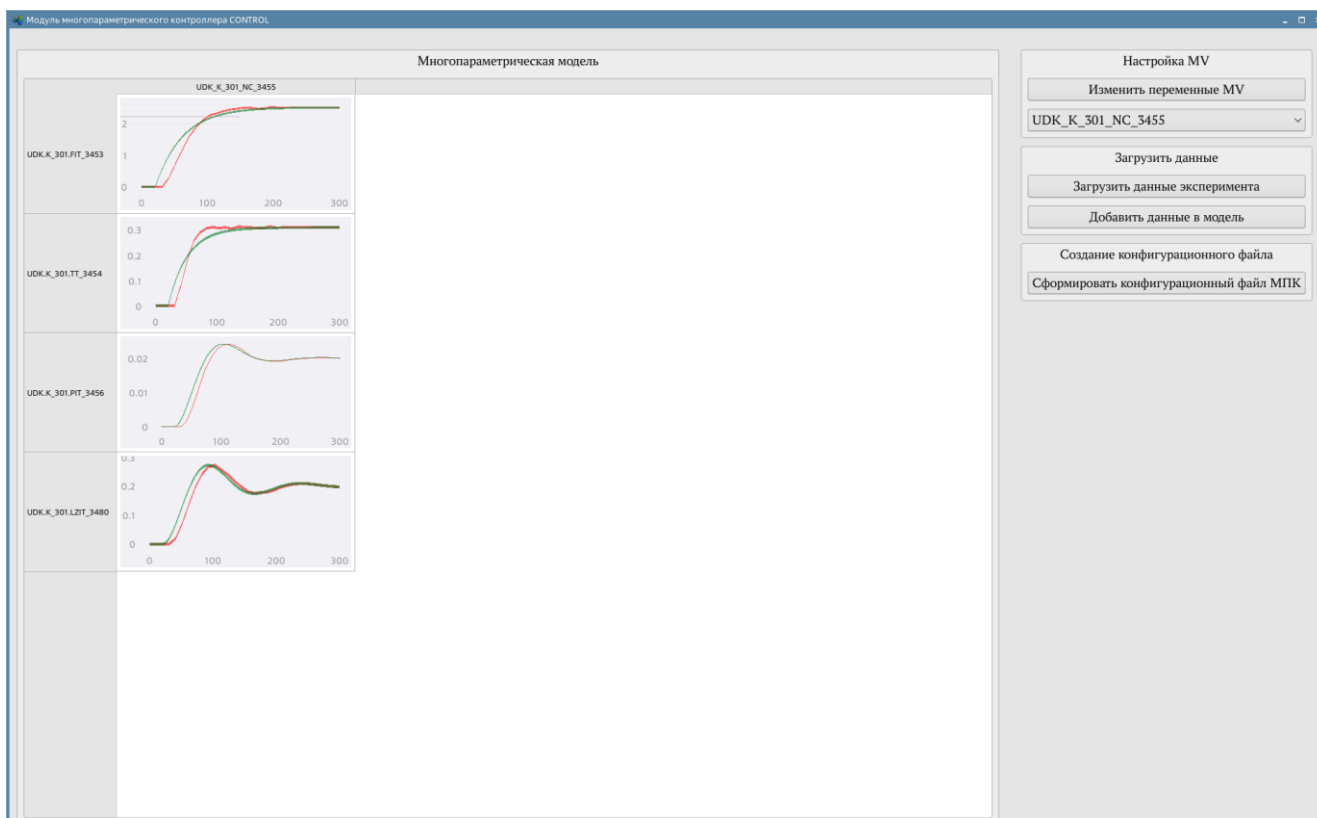

Рисунок 30 – Основное окно модуля. Многопараметрическая модель
- Далее нажимаем кнопку «Добавить данные в модель». После этого в многопараметрическую модель добавятся построенные зависимости см. Рисунок 30.